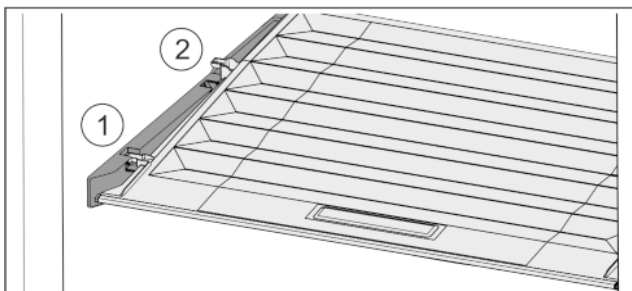

Fig. 32
- ▶ Tirer le couvercle vers l'avant jusque dans l'orifice des pièces de retenue Fig. 32 (1).
- ▶ Le soulever par le bas à l'arrière et le sortir par le haut Fig. 32 (2).